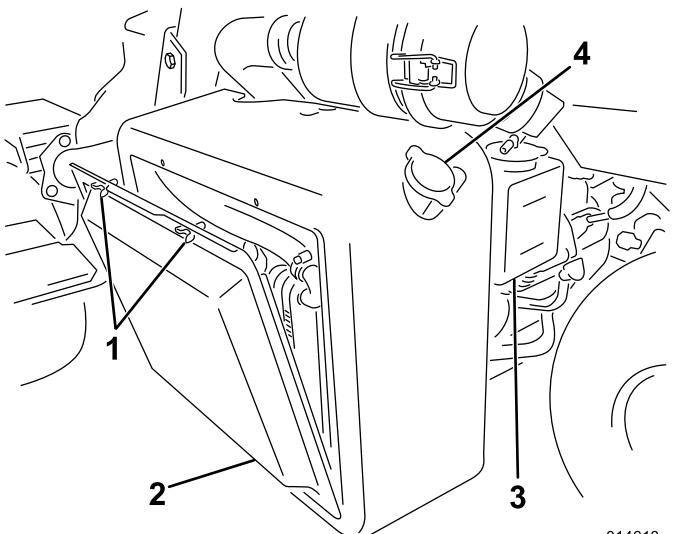
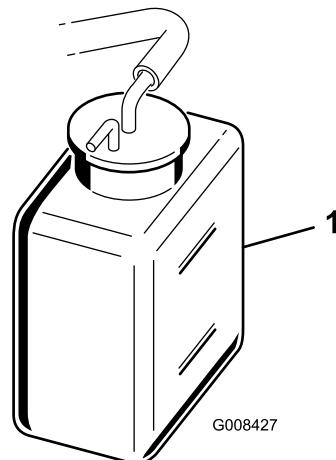

Figura 47
Figura 48
1. Rimuovete la griglia del radiatore (Figura 47).
2. Controllate il livello del refrigerante (Figura 47 e Figura 48).